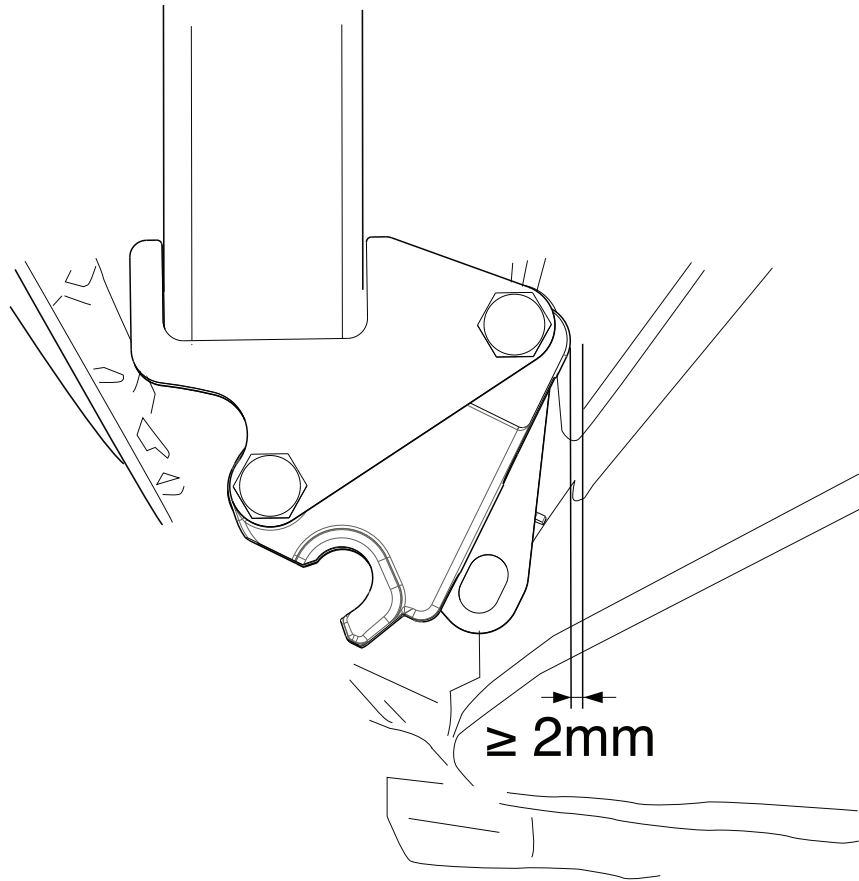

Fig.2
4. Закрепить буксирный крюк на шасси. См. рисунок 2.